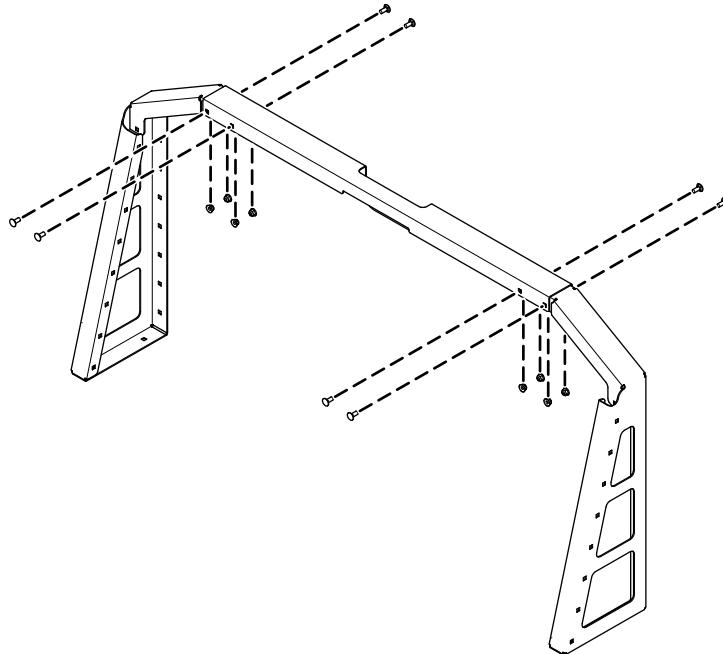

Figura 1
1. Instale sem apertar a prateleira do lado esquerdo e lado direito na barra central utilizando oito parafusos de carroçaria (5/16 x ¾ pol.) e oito porcas de bloqueio (5/16 pol.) como se mostra na Figura 1.